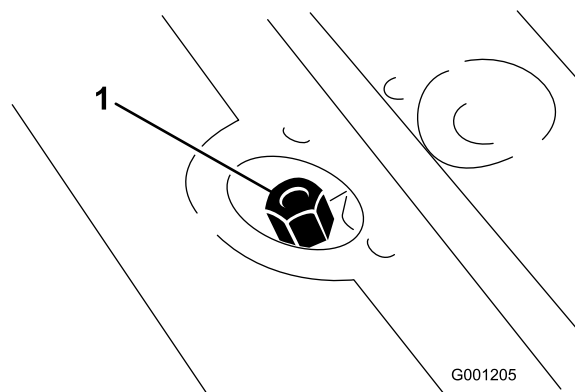

Figure 25
7. Dévissez et sortez le bouchon-jauge (Figure 25) du goulot de remplissage et essuyez la jauge sur un chiffon propre.